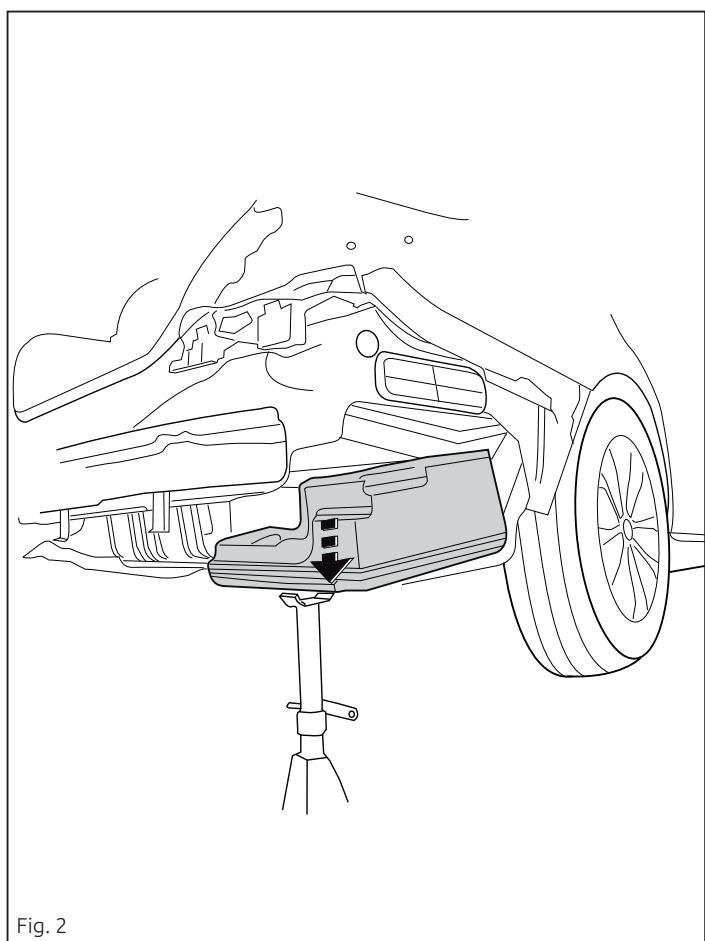

Fig. 2
2. If present: Remove the part indicated. See figure 2.
2. **Falls vorhanden:** Den angegebenen Teil abmontieren. Siehe Abbildung 2.